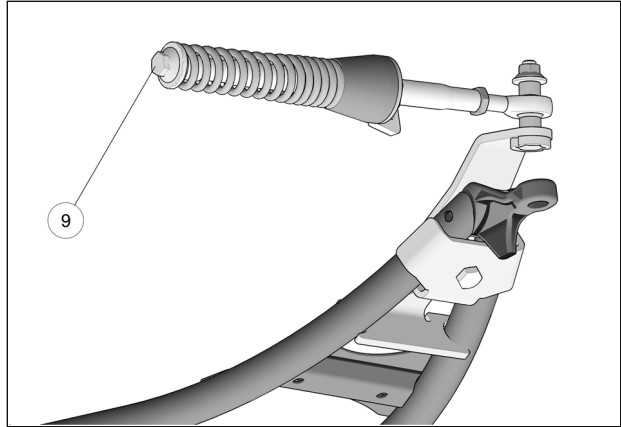

Fig. 17
9. Vérifier que le boulon du ressort (6) est serré au couple recommandé : 75 N•m [55 lb•pi]. Fig. 17